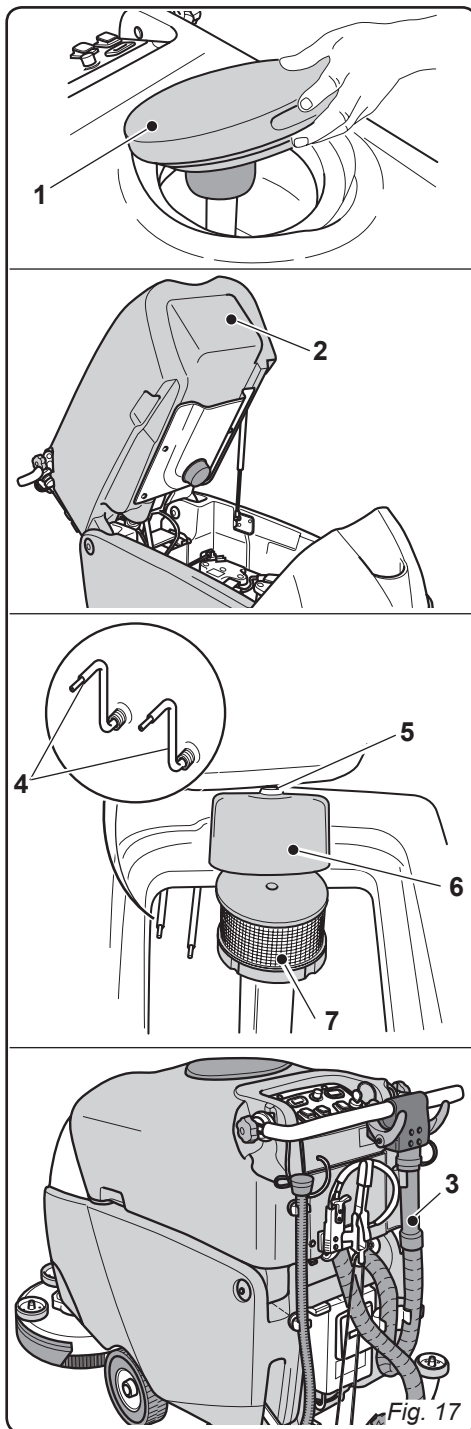

Fig. 17
10.1.b - Limpieza del depósito de agua de retorno (Fig. 17)